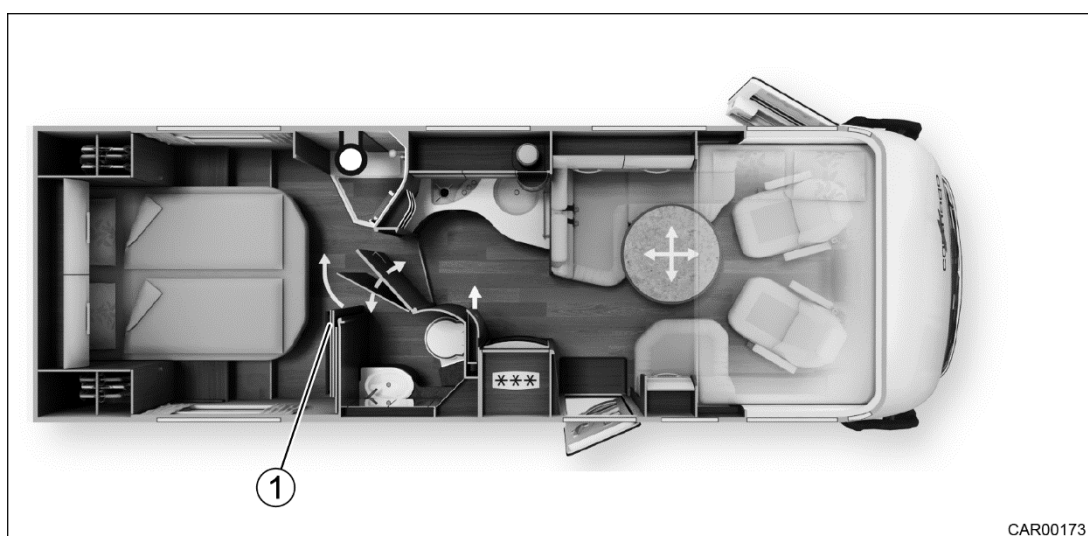

Fig. 98 Création d'un dressing au niveau de salle de bain spacieuse (double porte et porte coulissante en trois parties) et d'un lit central
4. Ouvrir le bouton-pression (Fig. 98/1) pour desserrer le blocage de la paroi de séparation.